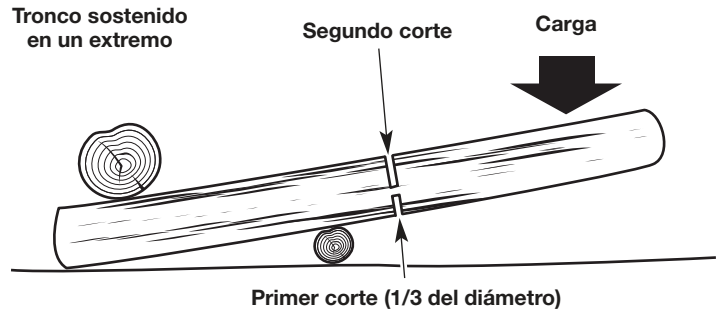

Fig. 17
- Si el tronco está sostenido en un extremo (Fig. 17), haga el primer corte desde el lado de abajo (tronzado desde abajo). Consulte *Tronzado desde abajo*.